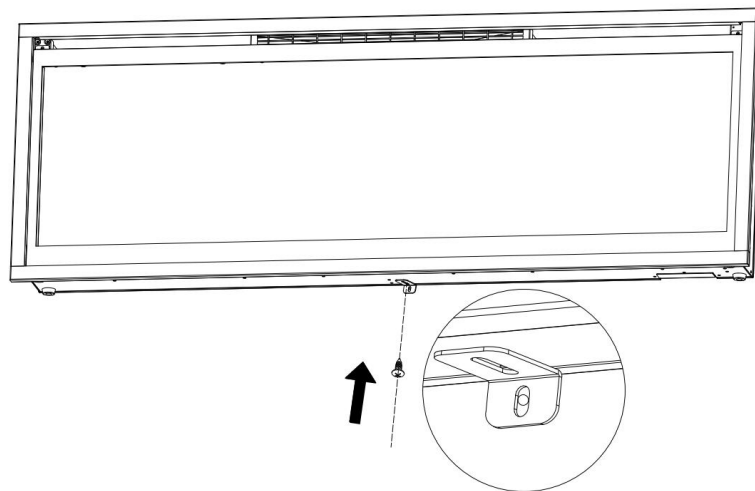

Fig 3-2
B. Utilizzando la vite precedentemente rimossa, fissare la staffa a L (in dotazione) alla parte inferiore del box del caminetto. (Fig 3-2)